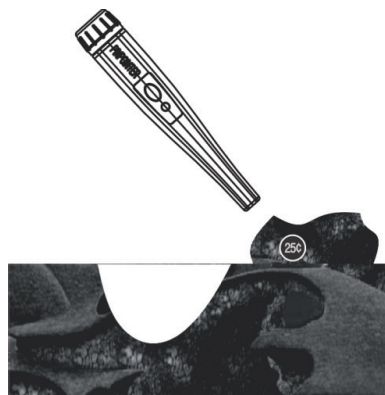

Figura 6
3. Se l'oggetto che si sta cercando è sepolto in profondità e si trova al di fuori dell'area di ricerca del pinpointer, utilizzare di nuovo il metal detector per determinare la posizione esatta. Dopo aver stabilito la posizione, iniziare a scavare. Controllare con il pinpointer il terreno scavato per accertarsi che l'oggetto cercato non sia già stato disepellito (vedere la figura 6).